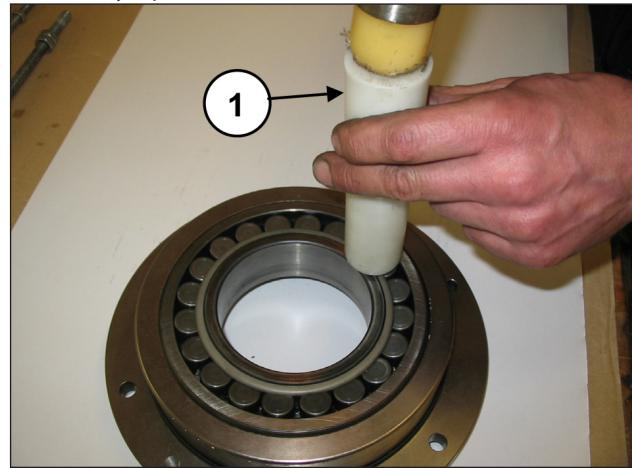

Рис. 25
Отделите крышку корпуса подшипника от подшипника с помощью ударной массы (поз. ①, Рис. 25).